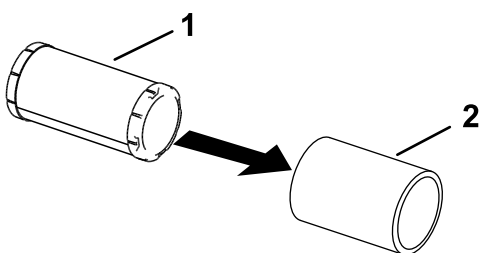

**Figura 43**
3. Instale a cobertura e prenda-a com os grampo de retenção (Figura 43).